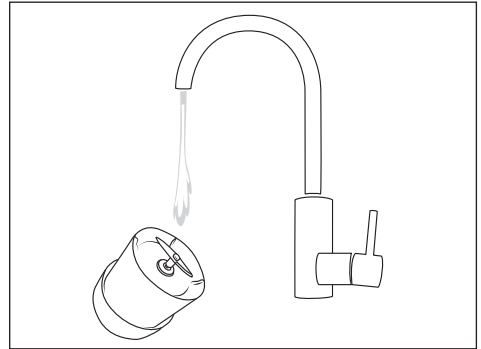

Abb. 2
- ◆ Spülen Sie nur das Kreuzmesser **8** vorsichtig, ggf. mit einer Spülbürste, unter fließendem Wasser. Achten Sie dabei darauf, dass kein Wasser auf den Deckel **1** fließt und tauchen Sie ihn nicht in Wasser! Kippen Sie das Gerät so, dass nur das Kreuzmesser **8** in den Wasserstrahl hineinragt (siehe Abb. 2).